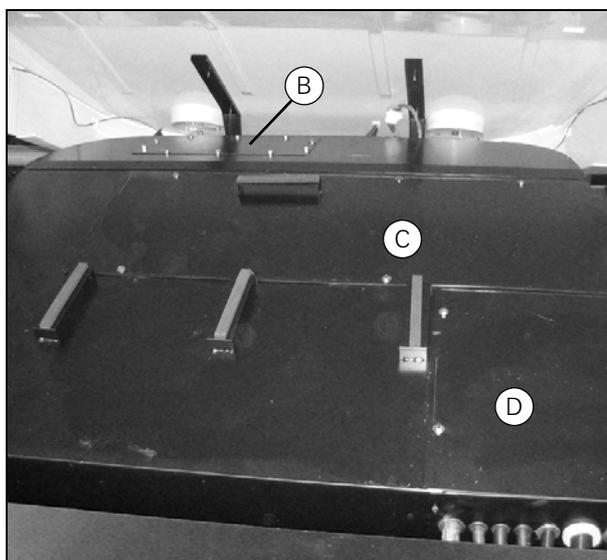

Рисунок 32
2. Наклоните внешнюю часть крыши и снимите крепления смотрового люка (В) (Рис. 32).
4. Снимите стопор (F) и извлеките соединительный стержень (G).
1. Наклоните внешнюю часть крыши и снимите крепления смотрового люка (С) (Рис. 32).